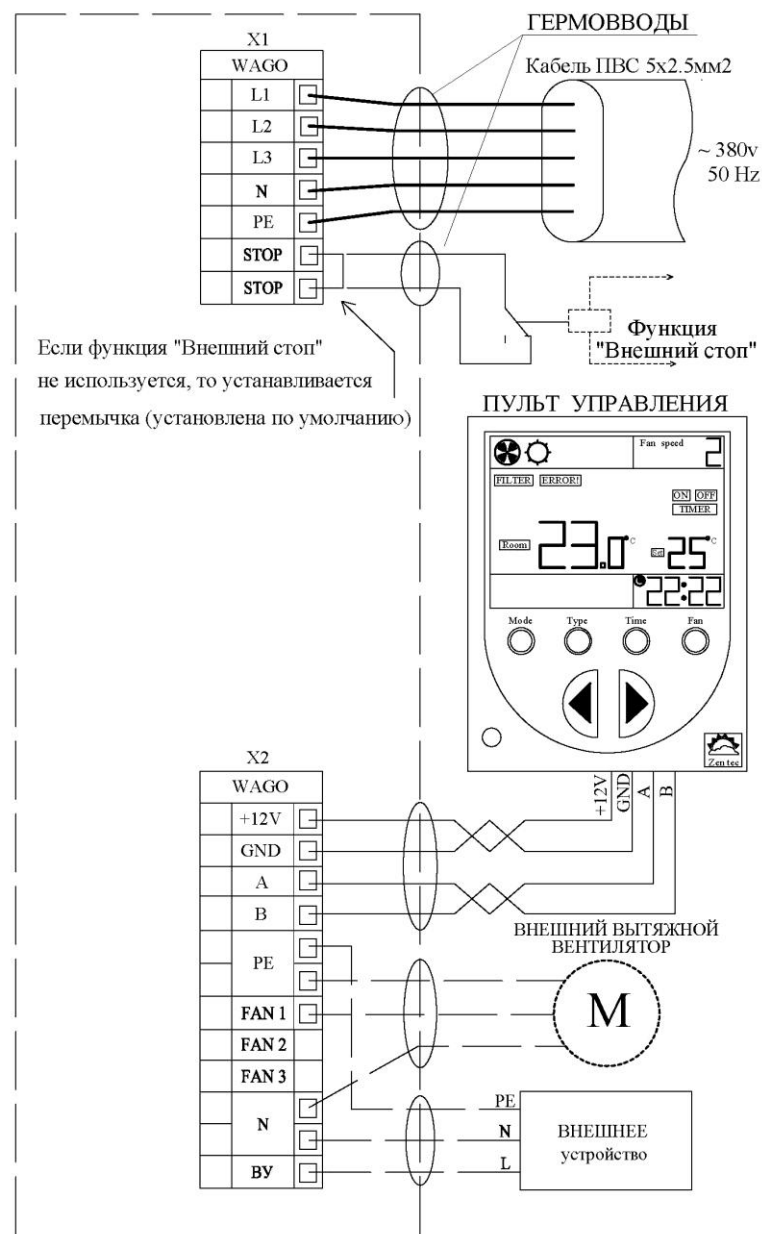

Рис. 3
Подключение ПВУ КОЛИБРИ производится в соответствии с рисунком (Рис. 3). Две клеммные колодки расположены внутри корпуса за съёмным блоком автоматики, нагрева и вентиляции (2) рядом с соответствующими гермовводами (10). Чтобы снять основной блок, необходимо разъединить три разъёма типа ШР (13), снять фиксацию замков-защелок (11) и выдвинуть его в сторону фильтра. Силовой кабель (ПВС 5x2.5) необходимо подключать непосредственно к электрошлиту через отдельный трехфазный автоматический выключатель на 25А для К-700 (32А для К-1000). Панель управления подключается двумя витыми парами. Рекомендованный кабель – FTP-5 или УТР 2x2. Кабели от ПВУ следует пропускать через установленные в корпусе гермовводы (10).